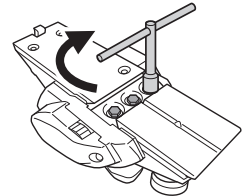

图 14
- (3) 如图 14 所示，更换刀刃完毕后，请拧紧刀架上的螺栓。
- (4) 将刀刃座向上转动，用同样方法设置其他面。